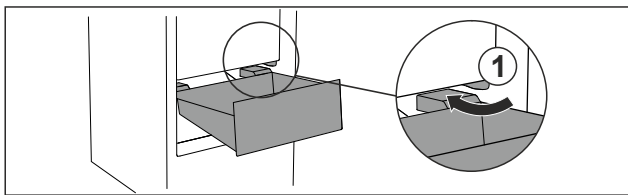

Fig. 60
- ▶ Обойдите стопор Fig. 60 (1) выдвижного ящика под наклоном.